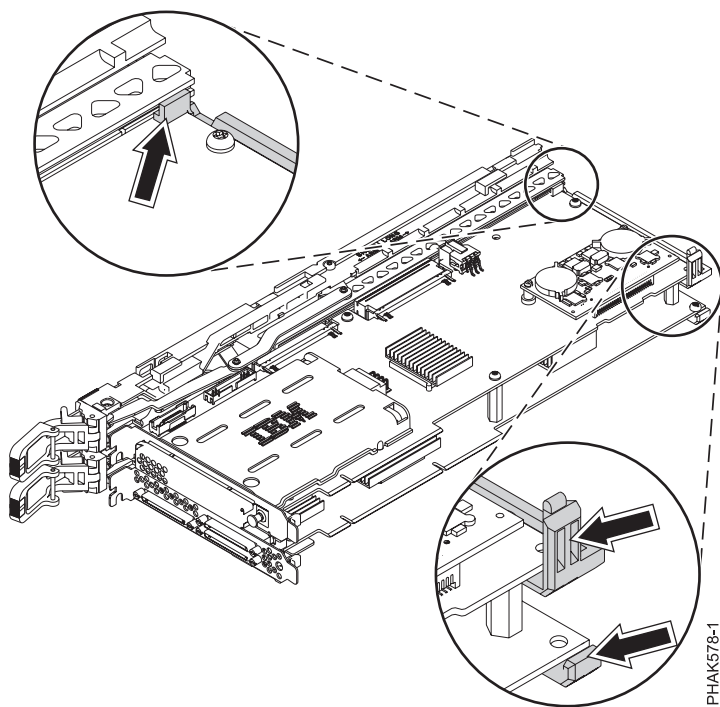

Figura 75. Desenganxar els braços posteriors del conjunt del casset
- b. Agafeu els braços posteriors del conjunt del casset i desenganxeu-los dels cantons inferiors de l'adaptador d'amplada doble. Consulteu Figura 75 a la pàgina 87.